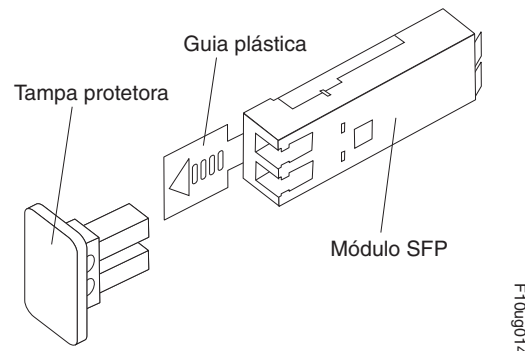

Figura 20. Módulo Small Form-Factor Pluggable (SFP ou SFP+)
2. Remova a tampa protetora do módulo SFP ou SFP+, conforme mostrado na Figura 20. Guarde a capa protetora para utilização futura.